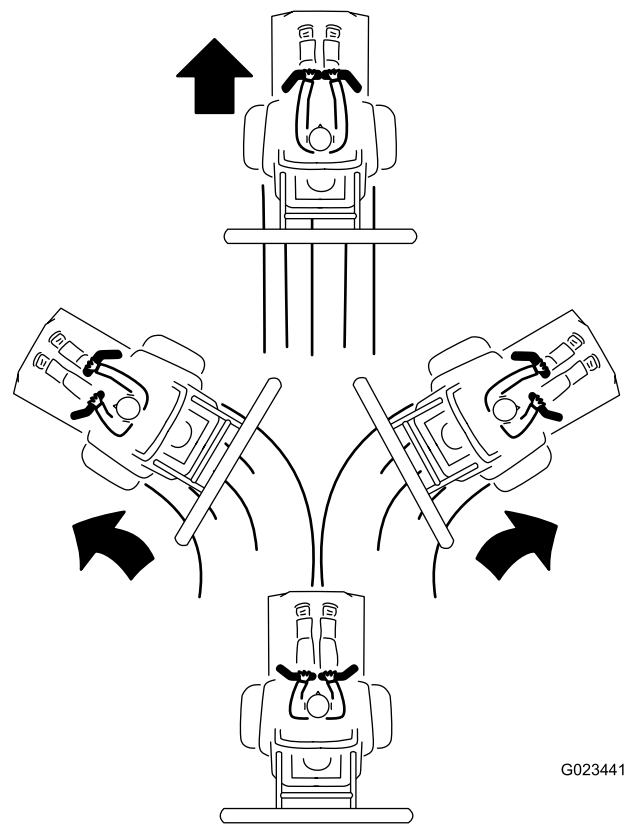

Bild 19
3. Drücken Sie die Steuerhebel langsam nach vorne, um vorwärtszufahren (Bild 19).